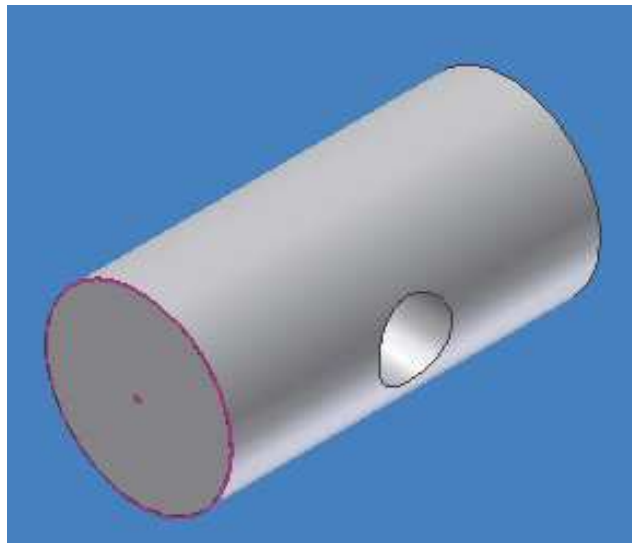

Figura 3.44 Creación de un barreno en un cilindro.
- Seleccione su boceto y aplique la operación, obtendrá la figura 3.44.